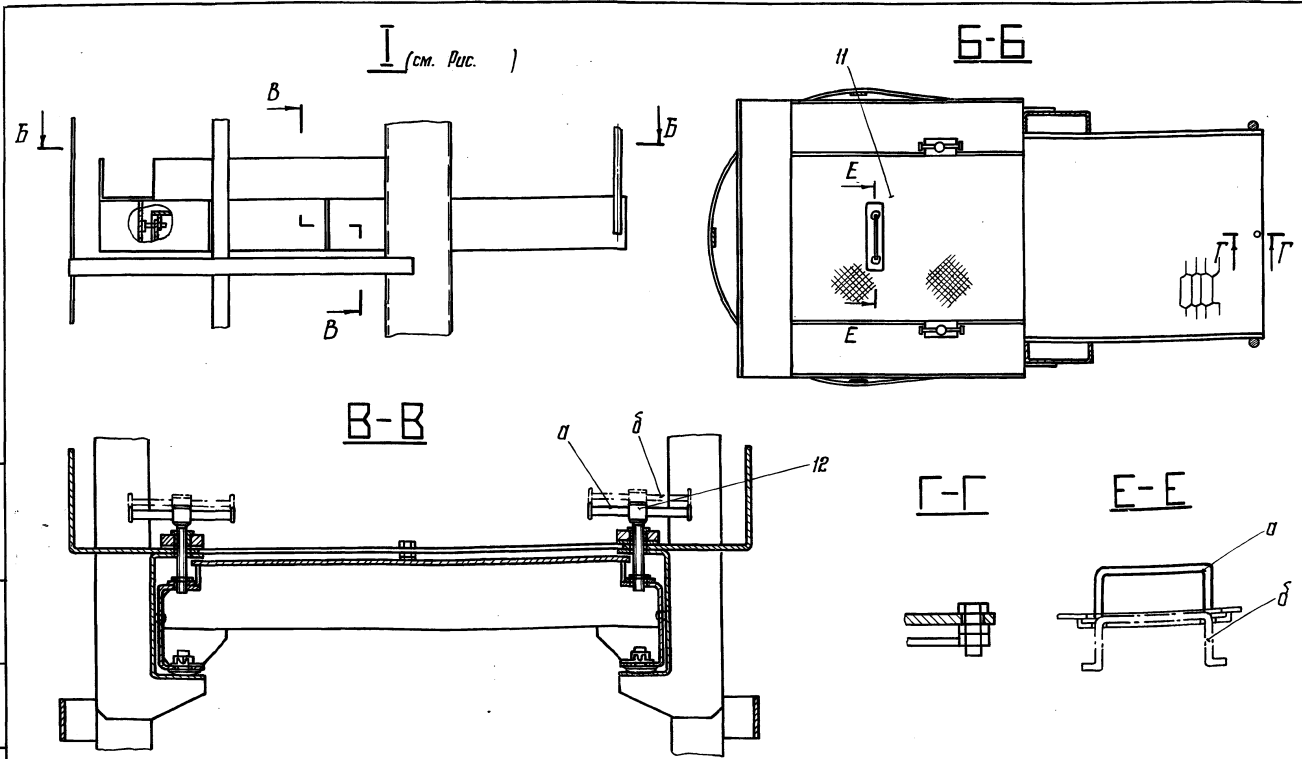

Рис. 1.2
- выдвинуть площадку в рабочее положение, до упора вручную от усилия одного человека за раму площадки (рис. 1.2), а затем за ручку;
1.3. Расфиксировать верхнюю часть стремянки (карытку), для чего вращать ручку фиксатора 6 (рис. 1.2) против часовой стрелки до упора.